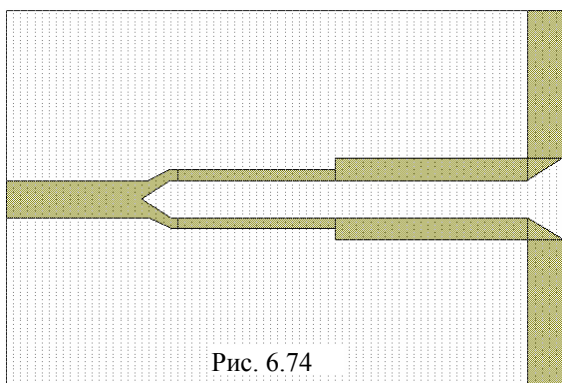

Рис. 6.74
8. Выделите созданный треугольник, если он не выделен. Выберите в меню **Edit>Mirror**, поместите курсор на выделенный прямоугольник, нажмите левую кнопку мышки и вращайте мышкой созданную копию, пока не получите зеркальное отображение треугольника для соединения нижних проводников, и щёлкните левой кнопкой мышки. Затем поместите созданный треугольник так, чтобы соединить нижние проводники, как показано на рис. 6.74.